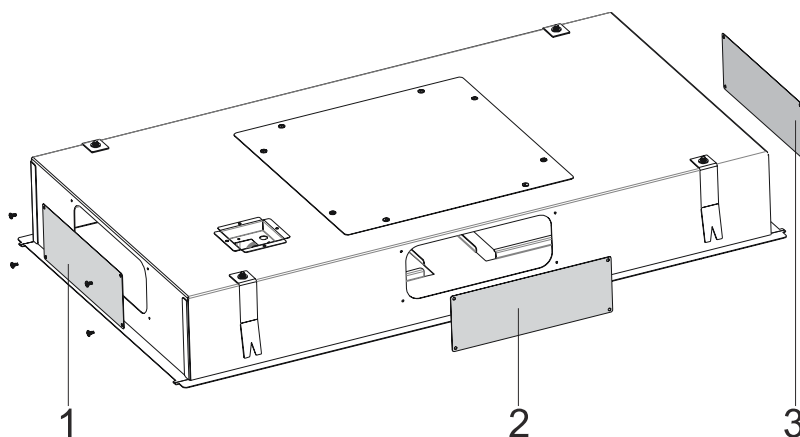

Fig. 32
7. Der findes 3 rektangulære aftræks udgange på emhætte kabinettet (Fig. 32/1,2,3).